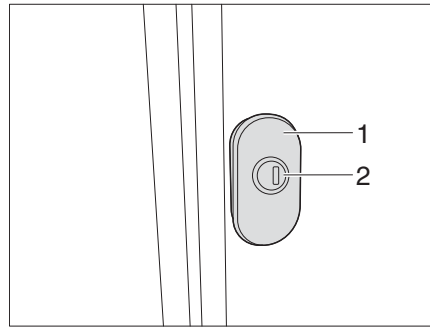

Fig. 33 Manopola di chiusura girevole (variante 1)
- Inserire la chiave nel cilindro della serratura (Fig. 33/34,1) e ruotare di un quarto di giro. La serratura dello sportello è sbloccata.
- Tirare la manopola di chiusura girevole (Fig. 33/34,2) e ruotare di 180° in senso antiorario. Lo sportello esterno è aperto.